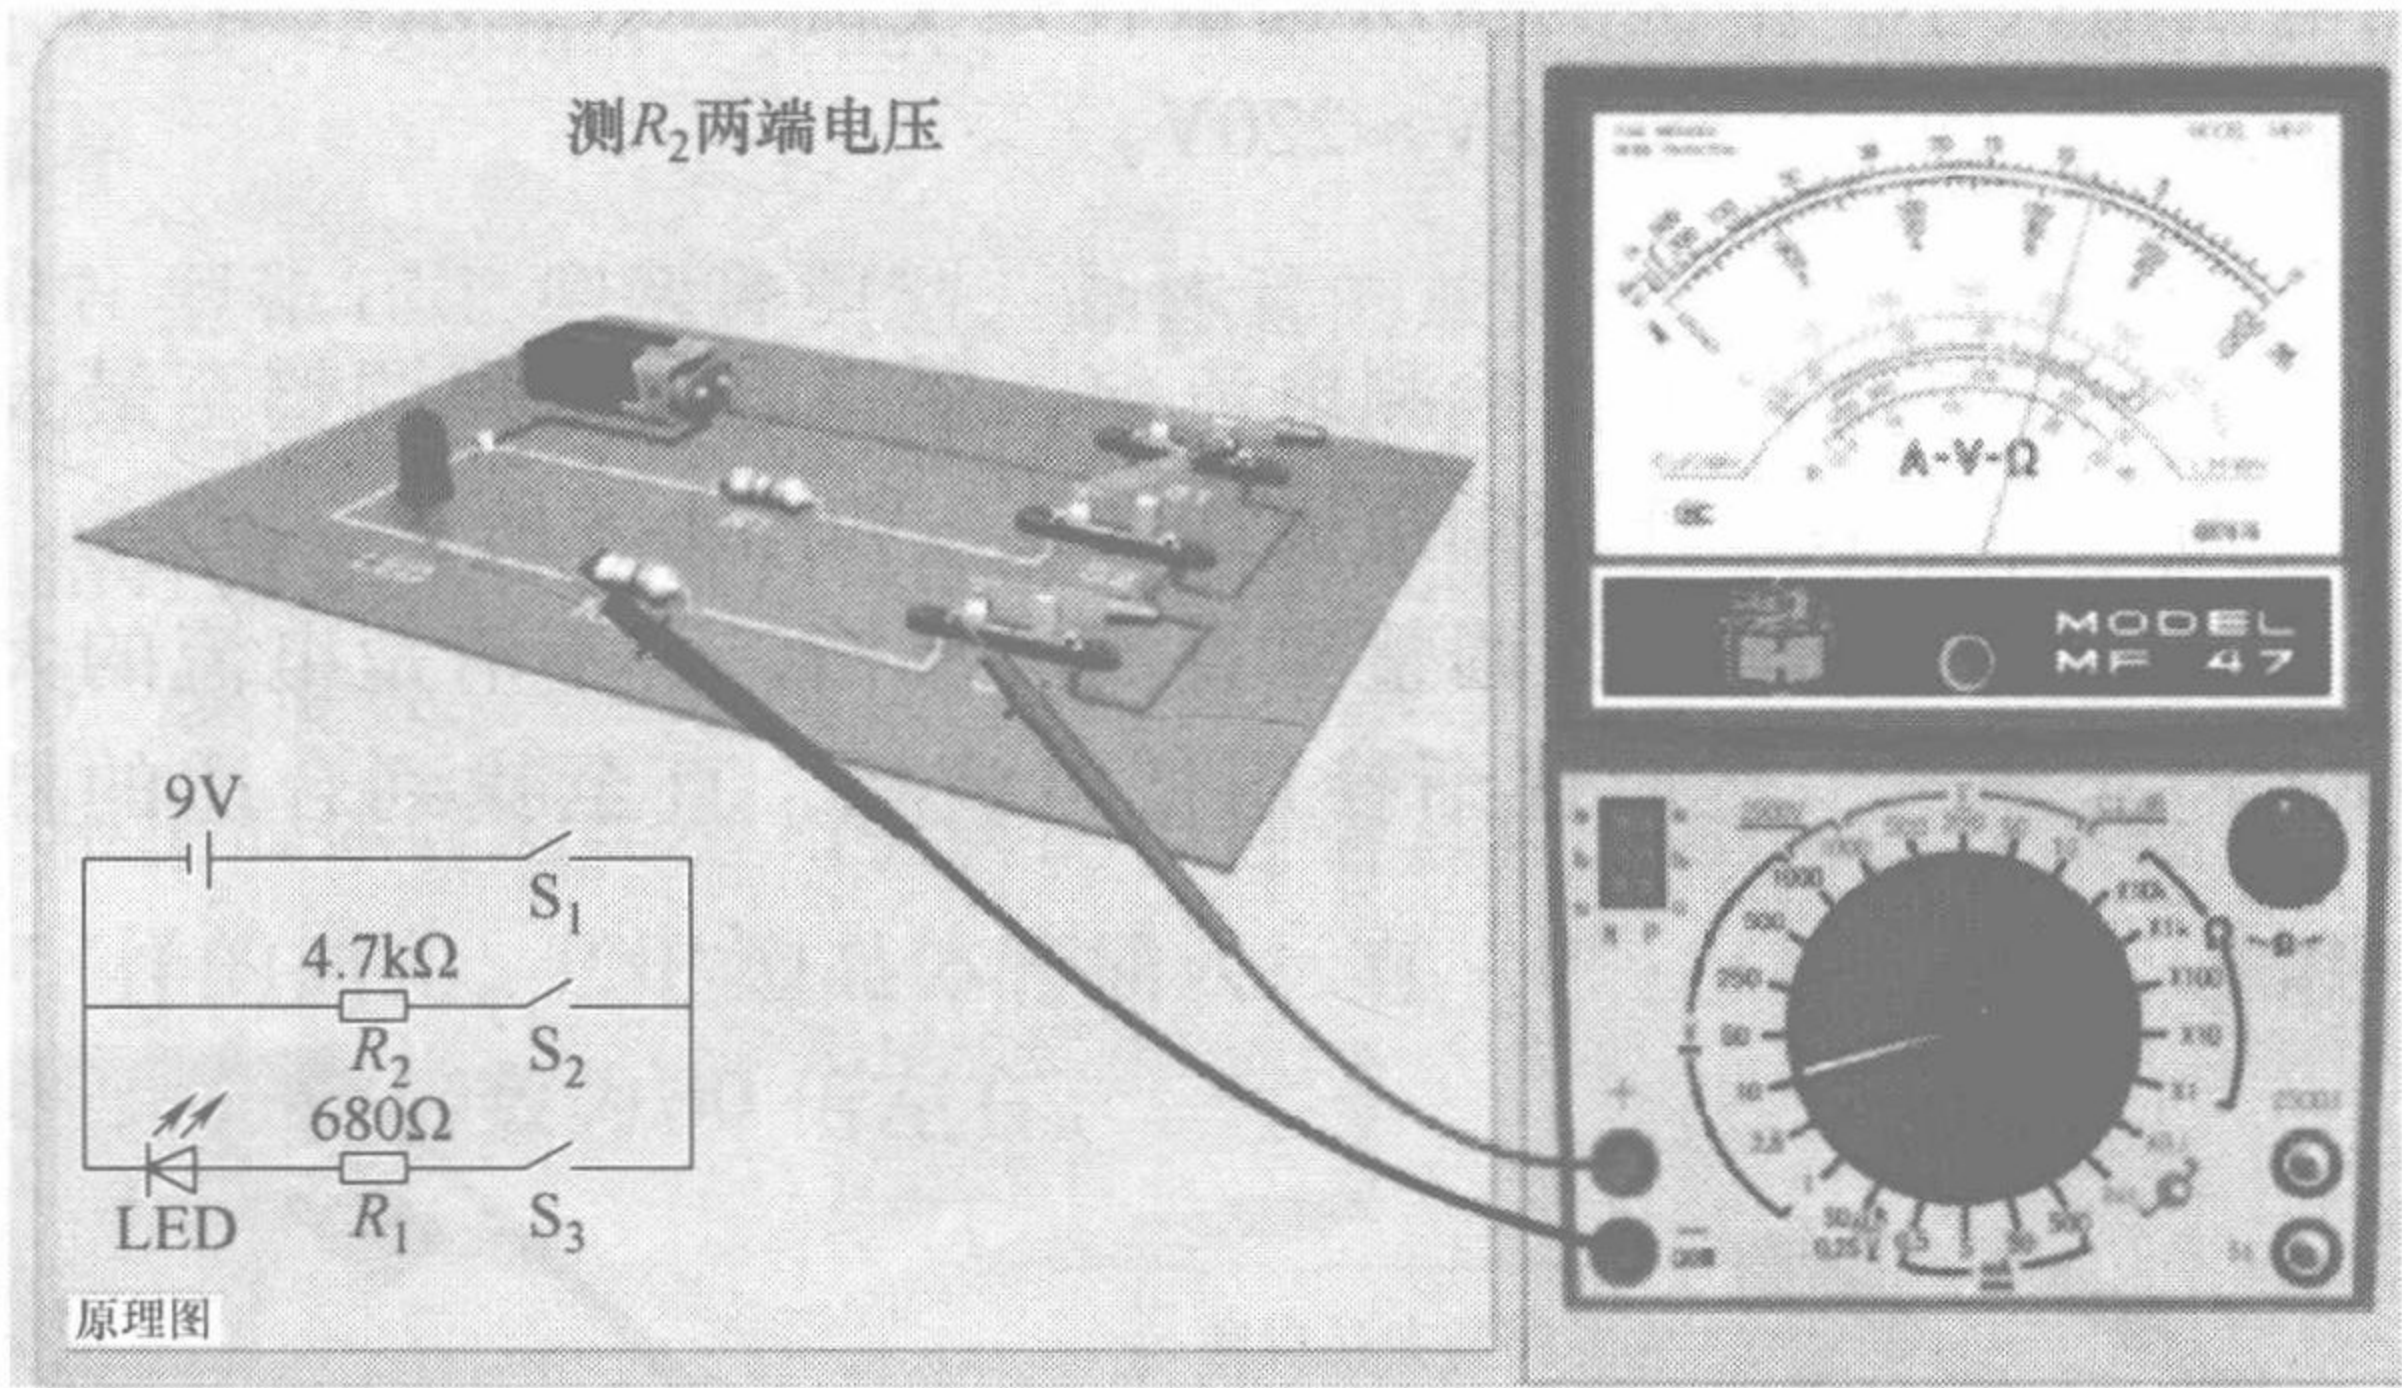

图 1-6 测量直流电压
(2) 选择量程 若不清楚电压大小，应先用最高电压档测量，逐渐换用低电压档。图 1-6 所示的电路中电源电压只有 9V，所以选用直流 10V 档。
(3) 测量 万用表应与被测电路并联，红表笔接开关 S_3 左端，黑表笔接电阻 R_2 左端，测量电阻 R_2 两端电压，如图 1-6 所示。